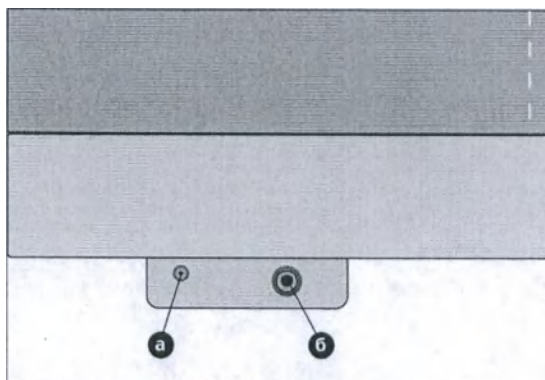

Рис. 3-3 Подсоединение манжеты для измерения артериального давления
- Подключите микрофон к гнезду а (рис. 3-3).